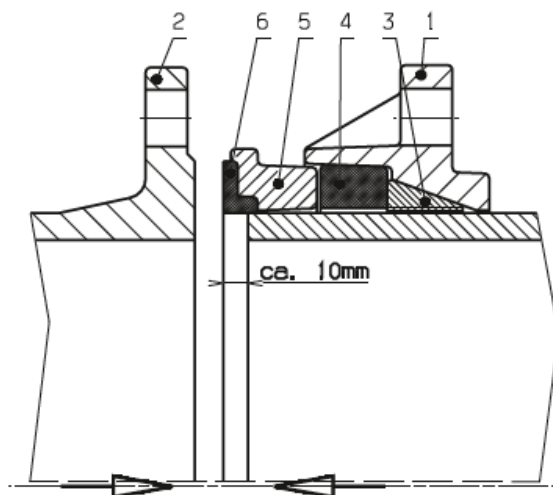

Abb. 1
1. Flansch inkl. Klemmring, Manschette und Druckring auf das Rohr schieben (siehe Abb. 1)